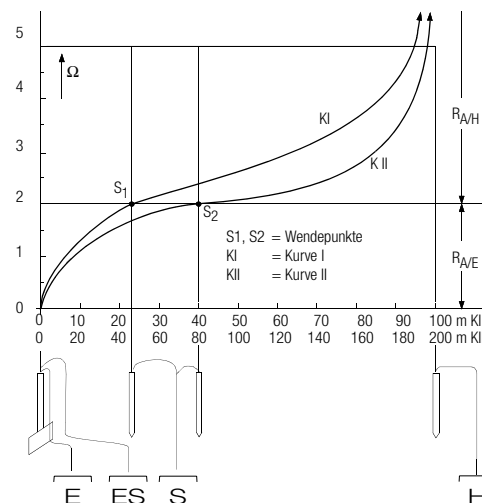

Bild 6 Messen des Erdungswiderstandes einer ausgedehnten Erdungsanlage
In diesem Fall verfahren Sie wie in Bild 6 Seite 17 dargestellt.
- Die gemessenen Widerstände werden tabellarisch und anschließend grafisch, wie in Bild 6 Seite 17 dargestellt aufgetragen (Kurve I).
Diese weitere Widerstandskurve ist mit geänderten Abszissen-Maßstab so in das erste Diagramm einzutragen, dass beide Hilfserderstandorte zusammenfallen. Mit dem Wendepunkt S2 kann der zuerst ermittelte Ausbreitungswiderstand kontrolliert werden (vgl. Bild 6 Seite 17).